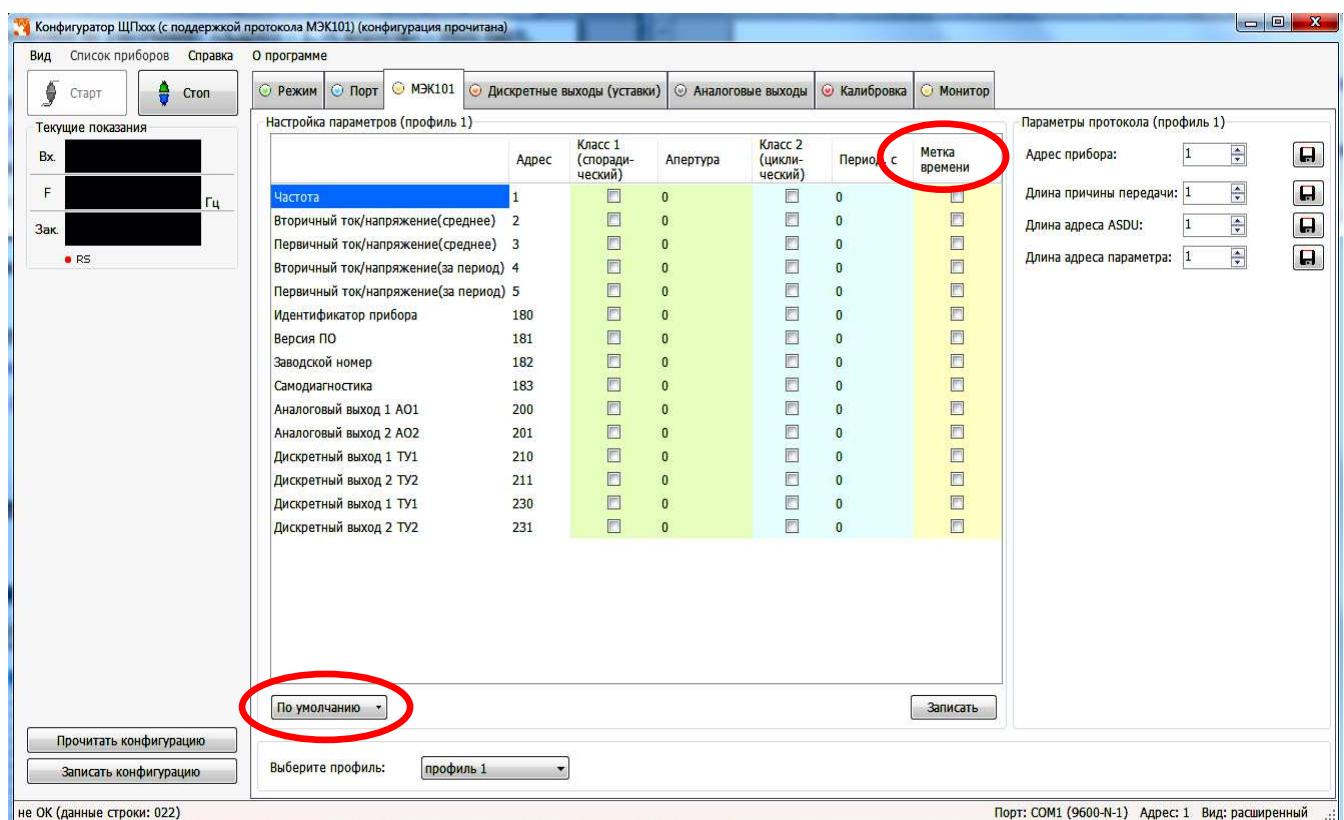

Рисунок 6 – Конфигурирование параметров по ГОСТ Р МЭК 60870-5-101 (выбрана настройка по умолчанию)
3.8.5 Настройка алгоритма ГОСТ Р МЭК 60870-5-101-2006 осуществляются во вкладке «МЭК101» (рисунок 6).